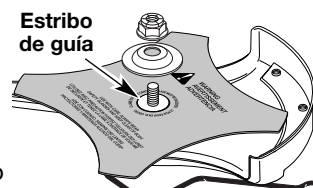

Fig. 12
5. Verifique que la cuchilla de corte esté centrada en el estribo de guía y quede plana contra el buje del eje de salida (Fig. 12).